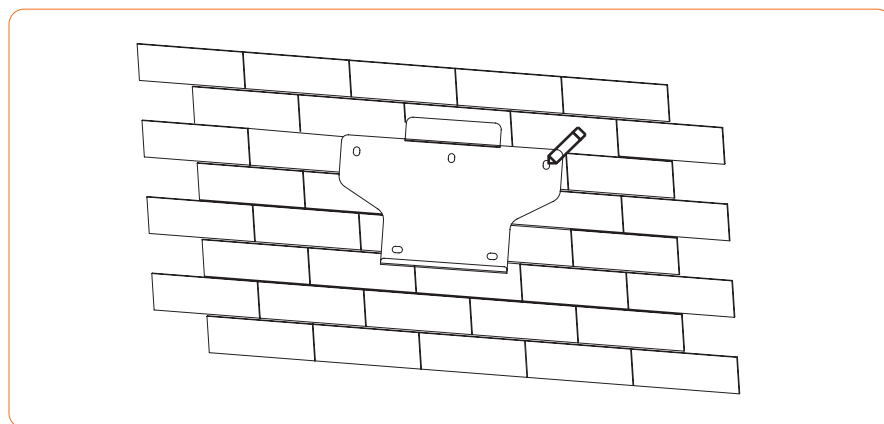

Abbildung 4-9 Markierung der Lochposition mit der Montagehalterung
① Verwenden Sie die Wandhalterung als Schablone, um die Position der 5 Löcher an der Wand zu markieren. Siehe Abbildung 4-9 für Details: